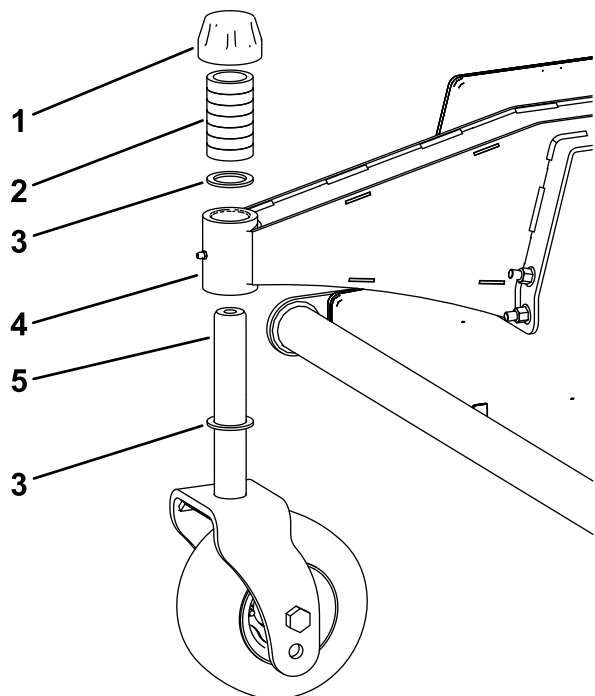

Рисунок 8
- Установите поворотные колеса на режущий блок с помощью регулировочных прокладок, установленных с обеих сторон ступиц поворотных колес, как показано на Рисунок 8.